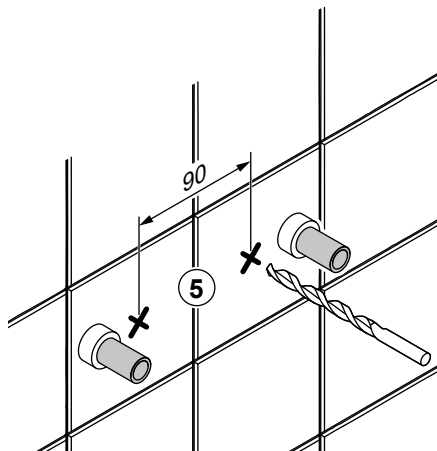

Fig. 1
Alla infästningar med skruv genom tätskikt ska tätas, se "Fig. 1" eller "Fig. 2". Material för tätning ska fästa mot underlaget och vara vattenbeständigt, mögelresistent och åldersbeständigt.
5. The screw mountings where the bath or shower will be installed should be of a sturdy design, for instance made of concrete, wooden studs, wooden nogging pieces or a design that has been tested and approved for mounting. If mountings are fitted with screws through the moisture barrier, the holes must be sealed. See "Fig. 1" or "Fig. 2". The sealant material must attach firmly to the underlying surface and be water-resistant, mould-resistant and non-ageing.
5. Skruinnfestinger på steder for bad eller dusj skal gjøres i betong eller annen massiv konstruksjon, trebjelker, trestendere eller i konstruksjon som er testet og godkjent for innfesting. Alle innfestinger med skru gjennom tettesjikt skal tettes, se "Fig. 1" eller "Fig. 2". Materialet for tetting skal feste mot underlaget og være vannbestandig, muggresistent og aldersbestandig